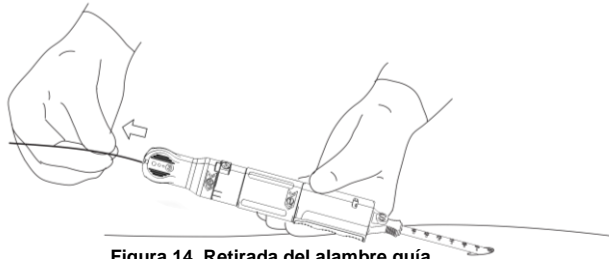

Figura 14. Retirada del alambre guía.
- a. Localice el indicador marcado con el número «3» y retire el alambre guía por completo del paciente y el dispositivo de cierre PerQseal®. La retirada del alambre guía la puede hacer un auxiliar. Figura 14.